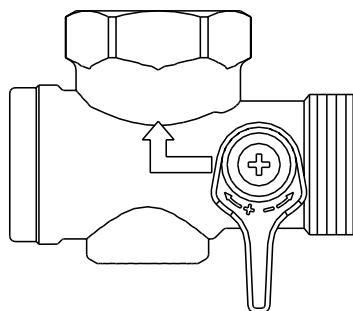
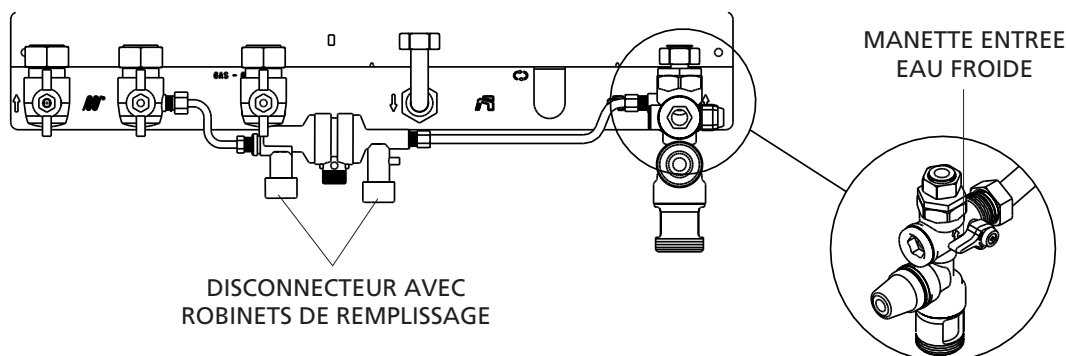

Fig. 3.15
Fig. 3.16
- manoeuvrer la manette "entrée eau froide" placée sur la soupape de sécurité sanitaire (fig. 3.15) de façon à remplir le ballon
- ouvrir de deux ou trois tours le bouchon (B) du purgeur automatique
- ouvrir les robinets du disconnecteur (fig. 3.16) jusqu'à ce que la pression indiquée par le manomètre atteigne 1,5 bar